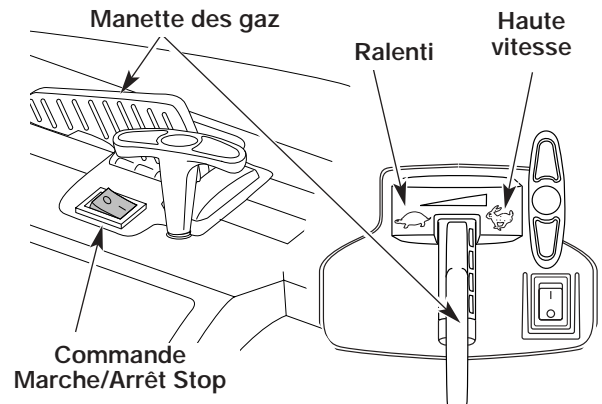

Fig. 10
REMARQUE : Il n'est pas nécessaire de faire démarrer la machine. La commande On/Off (Arrêt/Marche) est en position ON (I) en permanence (Fig. 10)